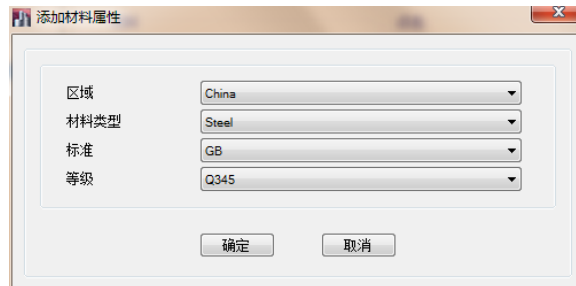

图 3-5 添加材料属性对话框
- 2) 点击**添加新材料**按钮，弹出**添加材料属性**对话框，如图 3-5 所示。